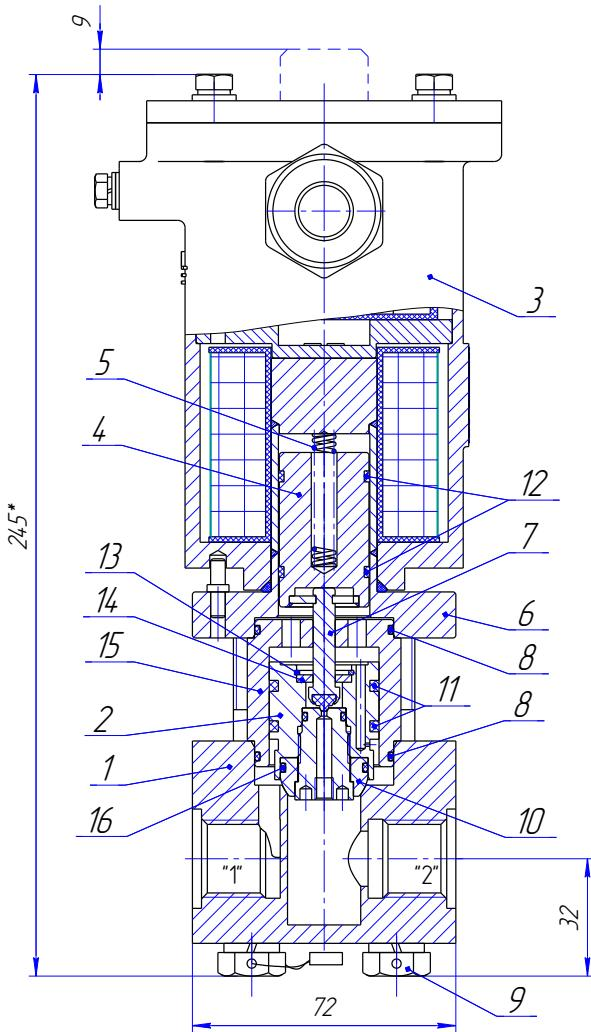

Рис.1 Клапан. Общий вид
4.7 Материалы основных деталей клапана, контактирующих с рабочей средой, (см. рисунок 1)
Клапан состоит из следующих основных узлов и деталей (см. рисунок 1): корпуса 1, камеры 15, разделительной трубки 6, электромагнитного привода 3, сердечника 4, штока 7, затвора 2, возвратной пружины 5.
Обозначения на рис. 1: 1–корпус(Сталь 14Х17Н2 ГОСТ 5632-72), 2–затвор (Сталь 14Х17Н2 ГОСТ 5632-72) , 3- электромагнитный привод (см.рис.3), 4- сердечник (Сталь 14Х17Н2 ГОСТ 5632-72), 5- пружина (Проволока ВО-2 ТУ3-1002-77), 6- трубка разделительная(Сталь 12Х18Н10Т ГОСТ 5632-72,14Х17Н2 ГОСТ 5632-72), 7- шток (Сталь 12Х18Н10Т ГОСТ 5632-72), , 9- болт А2 DIN962, 10 – уплотнение (РЕЕК), 8,16-кольца уплотнительные (резиновая смесь), 11,12-кольцо (фторопласт Ф4К20 ТУ 6-05-1413-76), 13 – кольцо стопорное DIN472, 14–пластина(Сталь 12Х18Н10Т ГОСТ 5632-72); 15 – камера (Сталь 14Х17Н2 ГОСТ 5632-72).